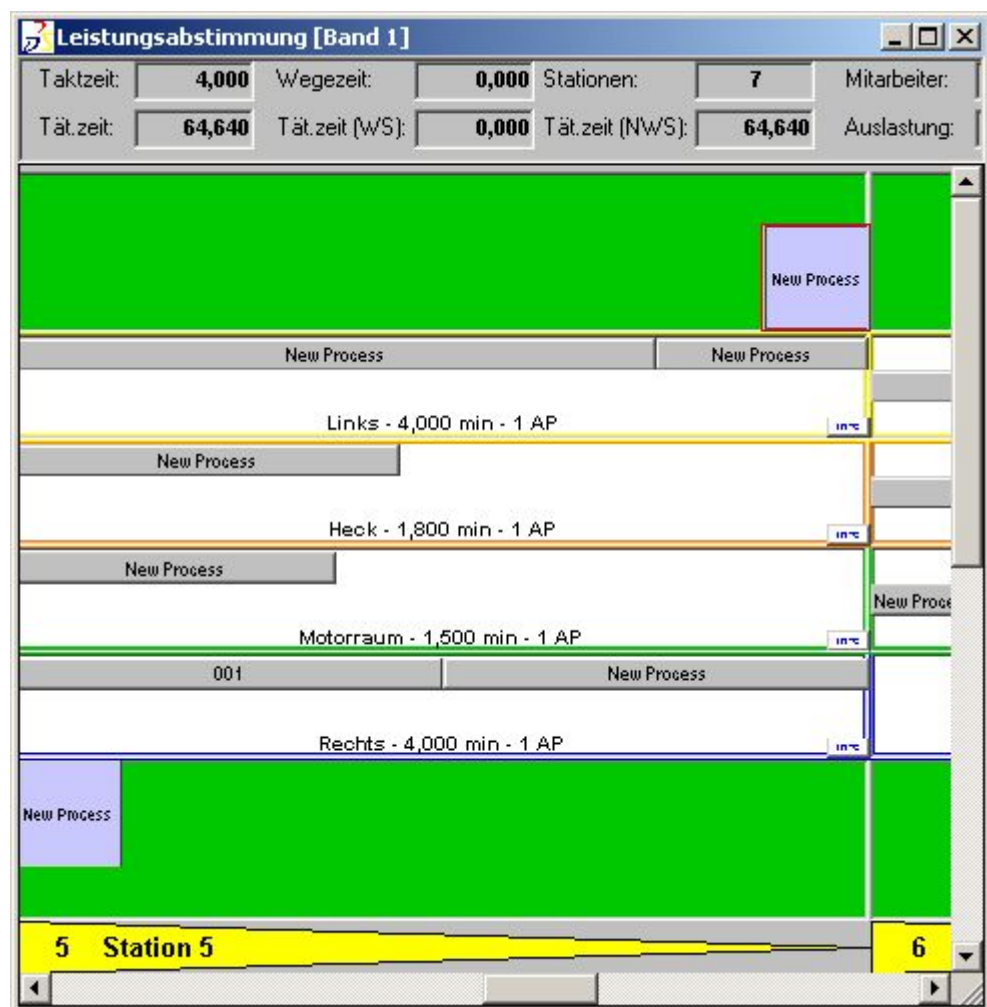
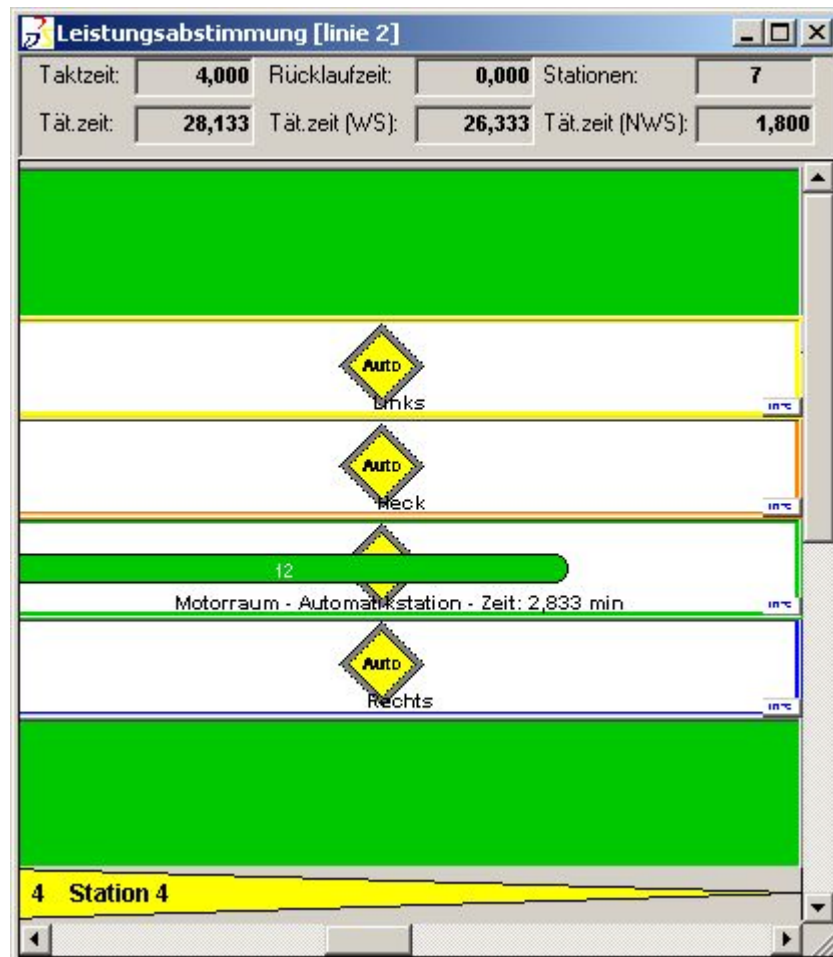

Abbildung 2: Beispiel – Darstellung Station - Austaktung Band
Abbildung 3: Beispiel – Darstellung einer Automatikstation
- (3) Arbeitsbereich. Siehe auch: Abbildung 2.
Mehr zu diesem Thema erfahren Sie im Kapitel: siehe auch: Mit Automatic Line Balancing arbeiten. Grundsätzlich wird zwischen manuellen Stationen (siehe auch: Abbildung 2) und Automatikstationen (siehe auch: Abbildung 3) unterschieden. Die Ansicht *Leistungsabstimmung* kann mit und ohne Materialstreifen dargestellt werden.
Siehe auch: Abbildung 2.
Siehe auch: Abbildung 3 und Abbildung 8.